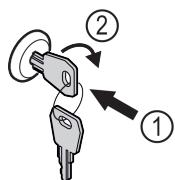

Fig. 123 Ilustratīvs attēlojums
- Iespiediet atslēgu Fig. 123 (1).
- Grieziet atslēgu par 90° pulksteņrādītāja virzienā Fig. 123 (2).